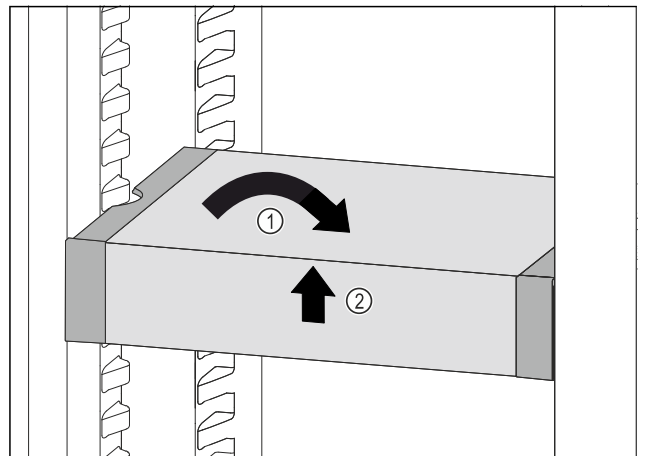

Fig. 107
- Collocare VarioSafe in maniera dritta. Fig. 107 (1)
- Sollevare VarioSafe dal lato anteriore. Fig. 107 (2)